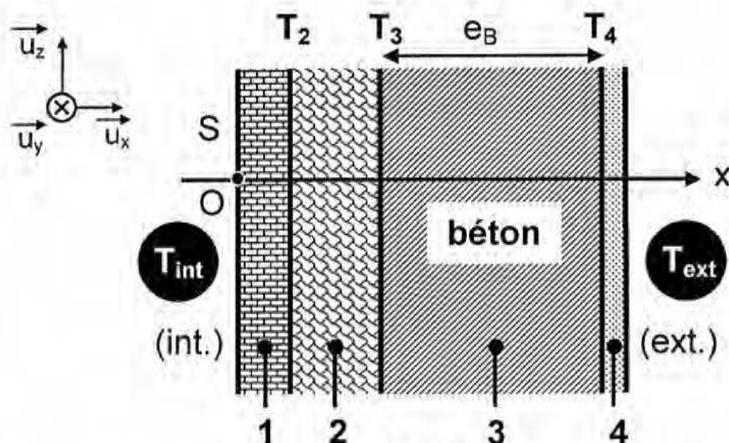

Figure 2
Le mur a maintenant une structure composite : il comporte quatre matériaux différents (de l'intérieur vers l'extérieur du bâtiment : carreaux de plâtre, laine de verre, béton armé, crépis extérieur), homogènes et isotropes, référencés  $j = 1, 2, 3, 4$ , d'épaisseur  $e_j$ , de conductivités thermiques  $\lambda_j$ , en contact parfait et possédant des surfaces limites isothermes (figure 2). Les températures des faces extrêmes sont toujours notées  $T_{int}$  et  $T_{ext}$  (avec  $T_{int} > T_{ext}$ ). Le régime est permanent et aucune source interne de chaleur n'est présente dans le mur.
- B2.** Déterminer la résistance thermique surfacique  $R_{Cth}$  du mur composite (figure 2) en fonction des  $e_j$  et  $\lambda_j$ . Calculer  $R_{Cth}$  en utilisant les données relatives aux matériaux constitutifs.